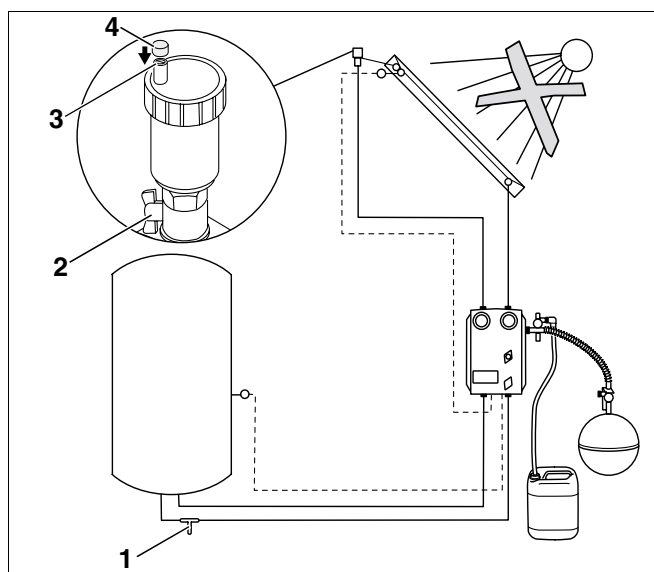

Fig. 22 Efectuar um ensaio de pressão das tubagens
O sistema de aquecimento por energia solar é purgado através do parafuso de bloqueio aberto (Fig. 22, **Item 3**). Para que nenhuma humidade possa entrar no dispositivo de purga através do parafuso de bloqueio aberto, a tampa protectora contra intempéries (Fig. 22, **Item 4**) deve estar sempre colocada sobre o parafuso.
- Abra o dispositivo de purga abrindo a torneira de esfera (Fig. 22, **Item 2**).
- Abra o dispositivo de purga, desenroscando o parafuso de bloqueio (Fig. 22, **Item 3**) uma volta.
- Encha o sistema de aquecimento por energia solar com água canalizada através da torneira E/D na tubagem de retorno do termoacumulador solar (Fig. 22, Página 24).